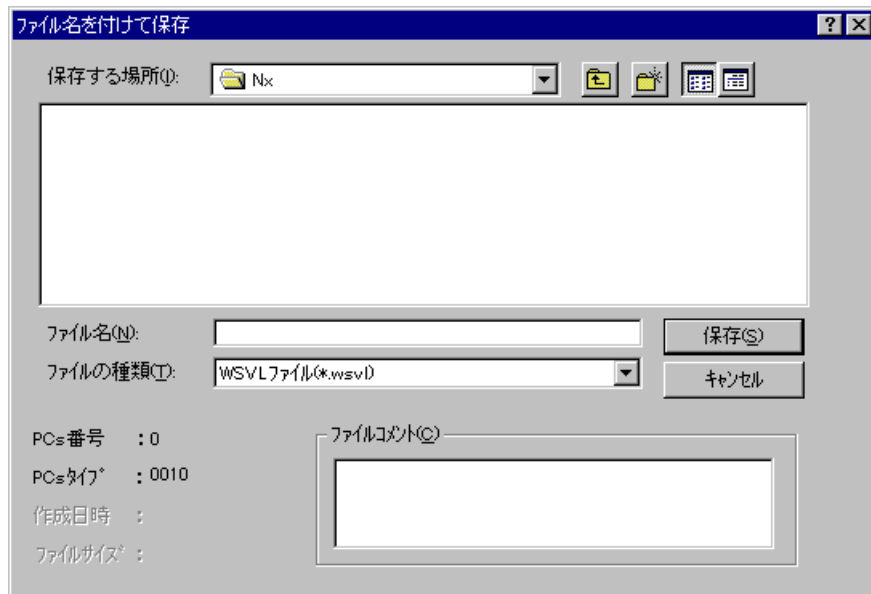

図5-14 「ファイル名を付けて保存」画面
(2) 「ファイル名を付けて保存」画面（図5-14）が表示されます。